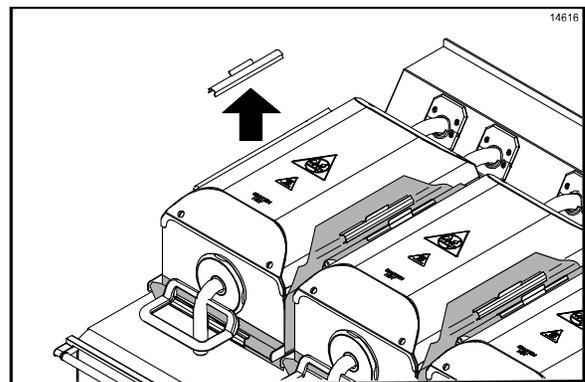

Figura 45
12. Quite las pinzas de sujeción, las barras y las hojas antiadherentes superiores e inferiores. Lave y enjuague las pinzas y las barras en el fregadero de tres compartimentos. De ser necesario, remoje estas piezas en una solución caliente de **SolidSense APSC** para quitar los residuos de carbón acumulados. (Vea la figura 45.)